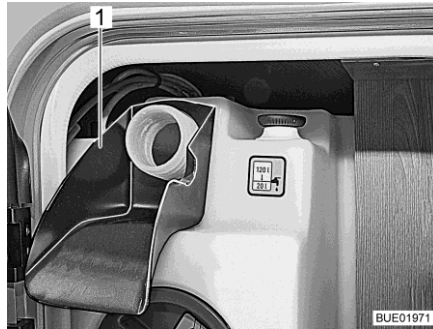

Bild 264 Einfüllhilfe
- Einfüllhilfe (Bild 264,1) auf Trinkwasser-Einfüllstutzen stecken.